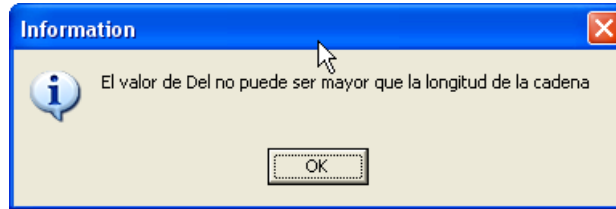

Figura 11.5.
- Figura 11.5: no necesita comentario.